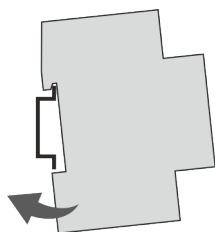

Fig. 4: Montaggio su guida DIN
1. Posizionare l'estensione di canale dall'alto sulla guida DIN (Fig. 4) e spingerla all'indietro sino a quando non si innesta.